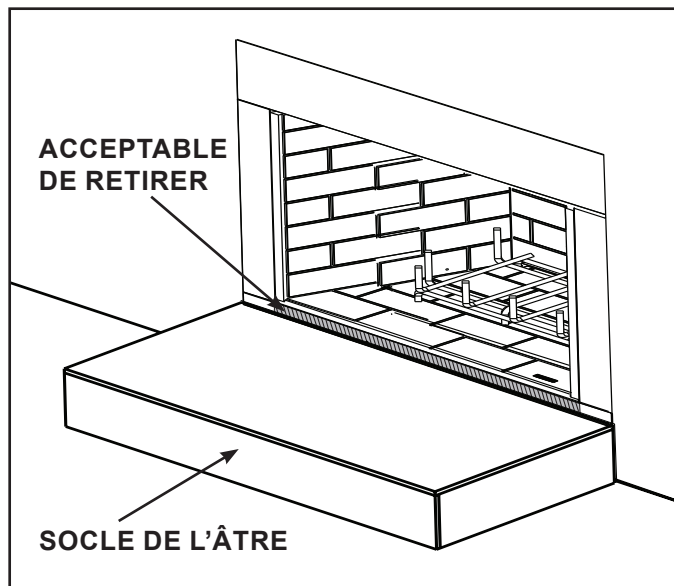

Figure 3.7 Foyer à combustible solide
- Il est possible d'enlever un bord métallique qui dépasse le socle de l'âtre du foyer à combustible solide. Voir la figure 3.7.